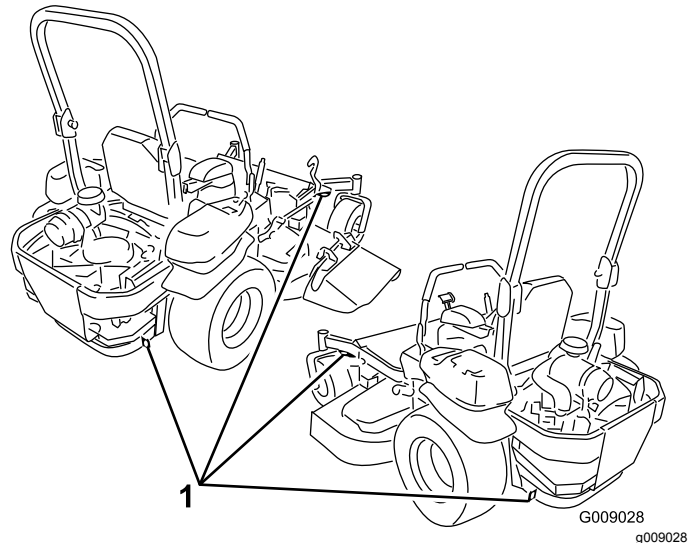

Figura 33
5. Utilice los puntos de amarre metálicos de la máquina para sujetar la máquina firmemente al remolque o al camión con correas, cadenas, cables o cuerdas (Figura 33).